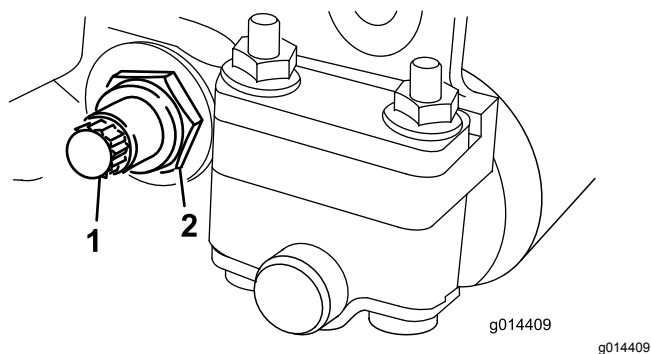

Figure 21
3. De chaque côté de la machine, desserrez le contre-écrou de fixation du boulon de la barre d'appui (Figure 21).
4. Retirez les boulons de la barre d'appui afin de pouvoir abaisser la barre et la dégager du boulon de l'unité de coupe (Figure 21).